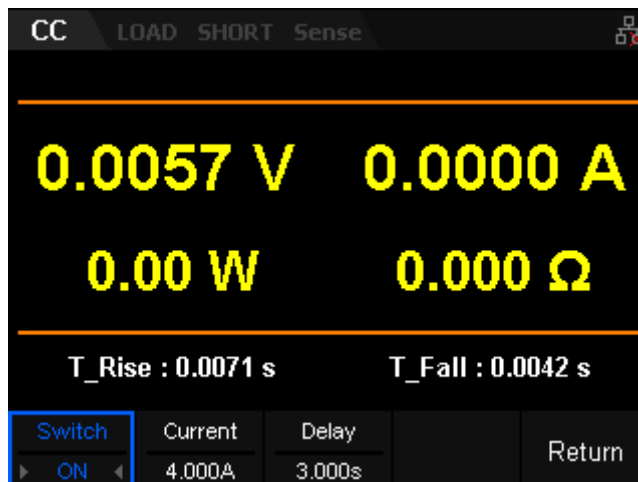

Abbildung 3-17 Registerkarte „I_Protect“
2. Aktivieren Sie die Registerkarte „TMon“, um I_Protect zu aktivieren. Stellen Sie anschließend den Schutzstrom und die Verzögerungszeit wie in Abbildung 3-17 dargestellt ein.